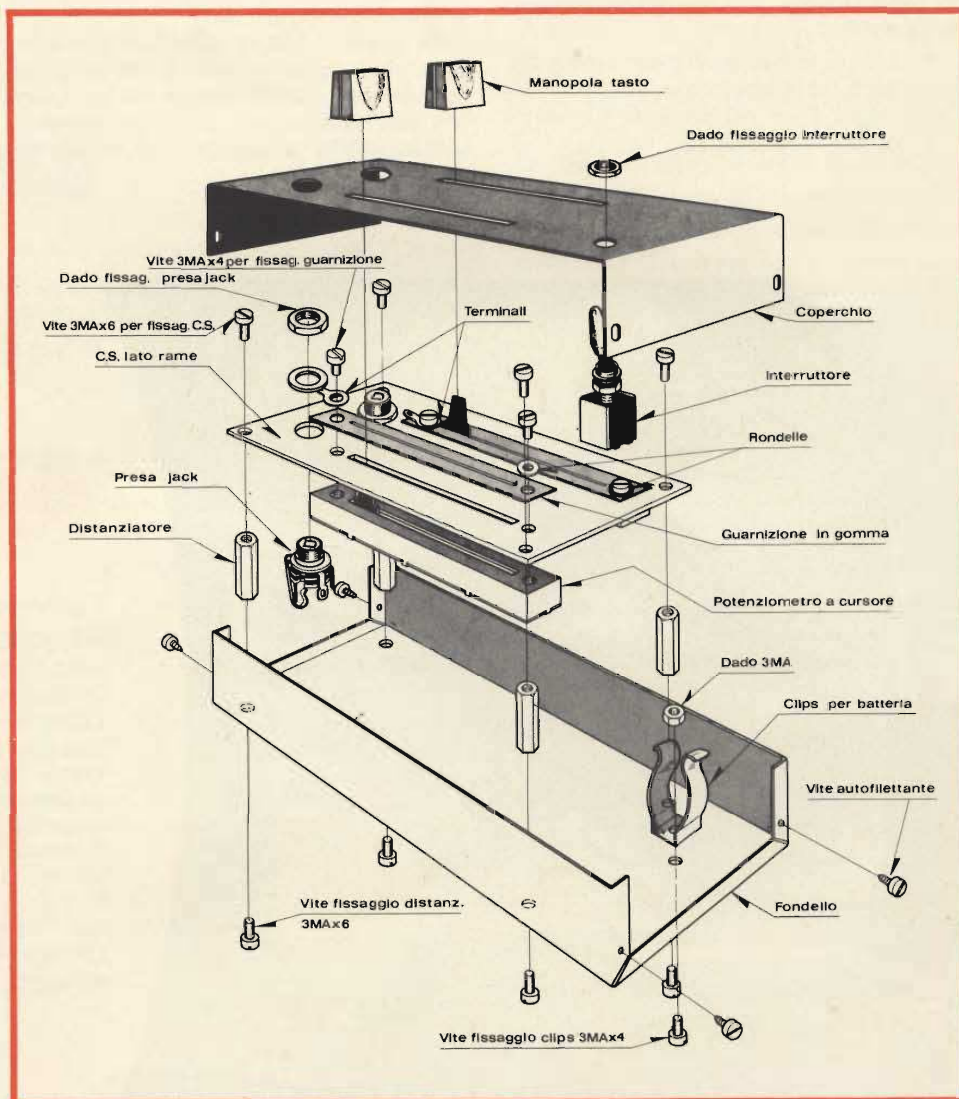

Fig. 5 - Esploso di montaggio del distorsore per chitarra elettrica.
a) Preparazione del fondello - fig. 5.
- Appoggiare il circuito stampato sui quattro distanziatori e fissarlo con n. 4 viti 3 MAX6, come indicato nelle figure 5 e 7.